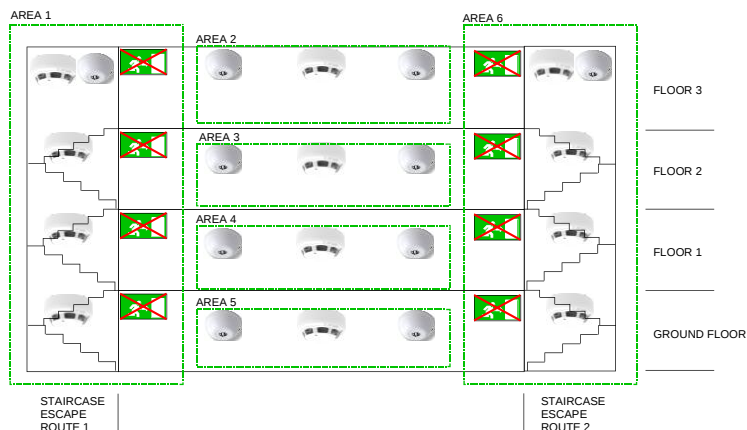

Bild 2. Områdena
- Byggnaden är uppdelad i 6 områdenas (bild 2)